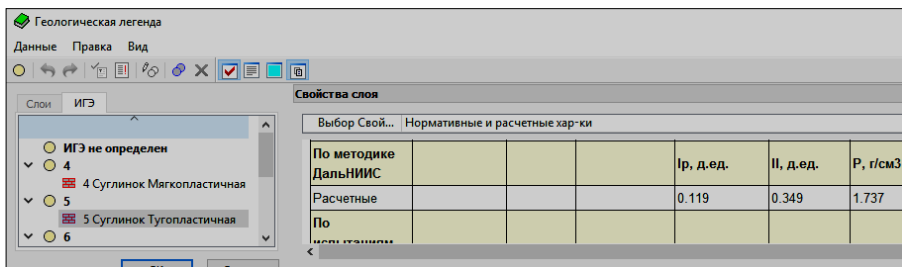

Рис. 13.2
9. Убедитесь, что в таблицу **Нормативные и расчетные характеристики слоя – 5 Суглинок Тугопластичная** попали данные расчета *По методике ДальНИИС* (рис. 13.2).